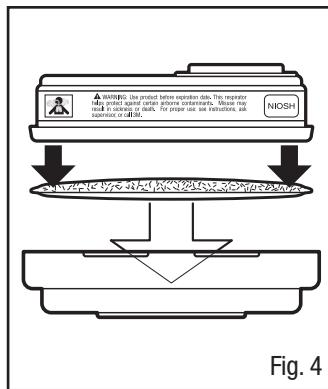

Fig. 4
2. Presione el cartucho en el soporte de filtro. Debe entrar y quedar fijo en el soporte de filtro. Instalado correctamente, el filtro debe cubrir por completo la cara del cartucho (Fig. 4).